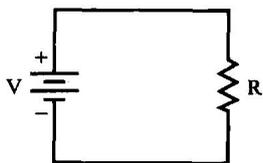

图 1-1
A. 请画出图 1-1 中的电流方向。电池符号里已经注明了极性。
- C. 如果接有如图1-1所示的完整电路，那么就会产生电流。